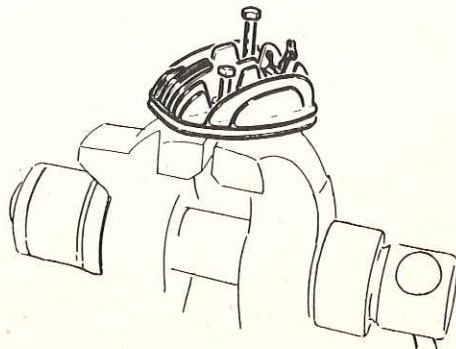

fig. 8
- Fixer la culasse à l'étau au moyen de deux boulons (voir fig. 8).